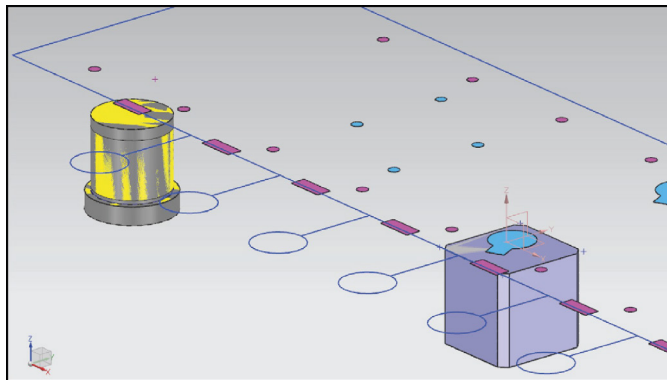

Рис. 8.13. Созданные матрицы для пробивки отверстий
23. Нажмите кнопку **Создать вставку**. Компонент матрицы будет иметь имя *prj\_uddie\_???*. Результат работы показан на рис. 8.13.